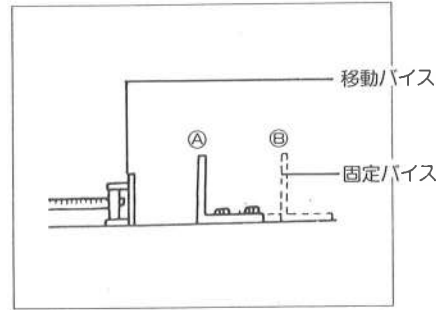

図3
①材料の寸法により、固定バイスを移動する事によって、よりよい切断作業ができます。(図3参照)
②固定クランプの移動とクランプの開き巾